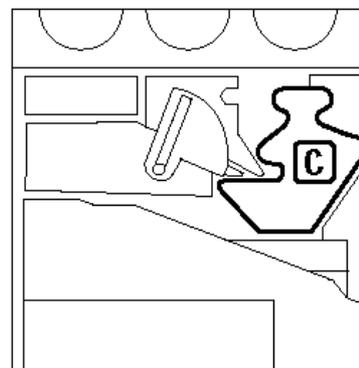

Fig. 20: Posizione del vecchio contenitore di raccolta del developer usato
- 3 Individuare la posizione del contenitore del developer usato (area C in Fig. 20).